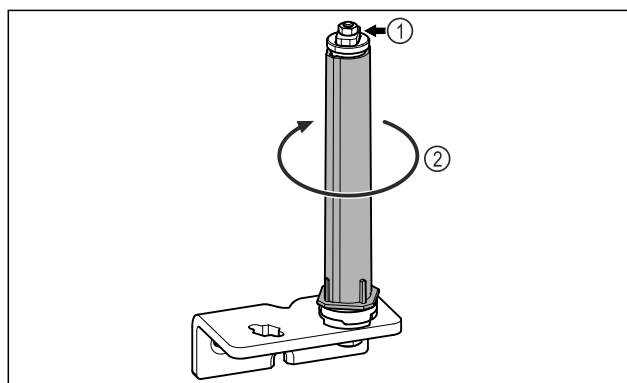

Fig. 28
- ▶ Mos e zbrërtheni sistemin e mbylljes së derës Fig. 28 (1).
- ▶ Rrotulloni sistemin e mbylljes Fig. 28 (2) derisa të kërcasë.